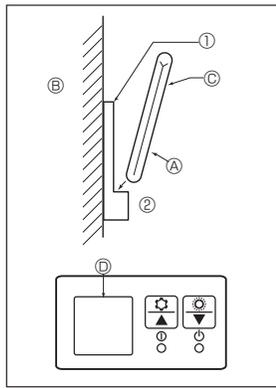
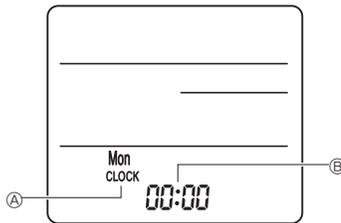

Fig. 6-7
Fig. 6-8
2) Méthode d'installation (Fig. 6-7)
- ① Attachez le support de la télécommande à l'endroit voulu à l'aide de 2 vis à taraud.
- ② Mettez la partie inférieure de la télécommande dans le support.
3) Réglage (Réglage de l'horloge) (Fig. 6-8)
- ① Insérez les piles ou appuyez sur la touche **CLOCK** à l'aide d'un objet pointu. [CLOCK] (HORLOGE) et [] clignotent.
- ② Appuyez sur la touche de réinitialisation **RESET** à l'aide d'un objet pointu.
- ③ Appuyez sur les touches de réglage **▲** pour régler l'heure. Appuyez sur la touche **DAY** pour régler le jour.
- ④ Pour terminer, appuyez sur la touche **CLOCK** à l'aide d'un objet pointu. [CLOCK] (HORLOGE) et [] s'allument.